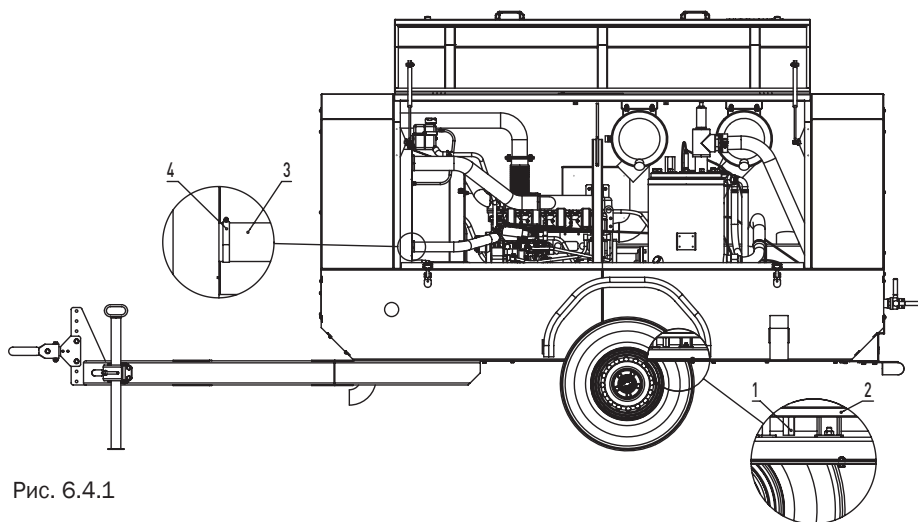

Рис. 6.4.1
2. Открутите сливную пробку поз.1 Рис.6.4.1 снизу бака-сепаратора и слейте всё масло в заранее подготовленную для этого ёмкость.
Слейте всю СОЖ из системы охлаждения в заранее подготовленную ёмкость. Для этого ослабьте хомут поз.4 Рис.6.4.1 рукава радиатора и отсоедините рукав поз.3 Рис.6.4.1 от радиатора. Затем соедините всё обратно. Открутите пробку на расширительном бачке и залейте в расширительный бачок около 15 л СОЖ. Запустите двигатель на 5-10 минут. Отключите двигатель и проверьте уровень СОЖ в расширительном бачке, он должен находиться между отметками «MIN» и «MAX». При необходимости долейте СОЖ.